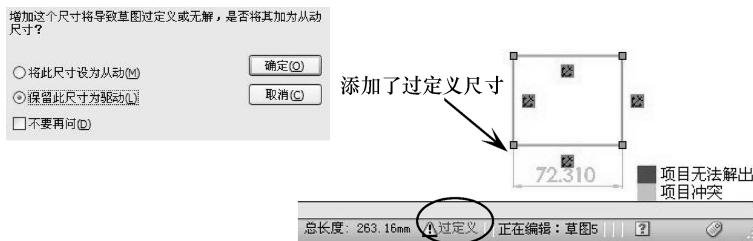

图 2-160 过定义的草图状态
- 过定义:如果对完全定义的草图标注尺寸,系统会弹出【将尺寸设为从动?】属性面板,选择【保留此尺寸为驱动】单选按钮,此时的草图即是过定义的草图,状态信息在状态栏显示,如图 2-160 所示。